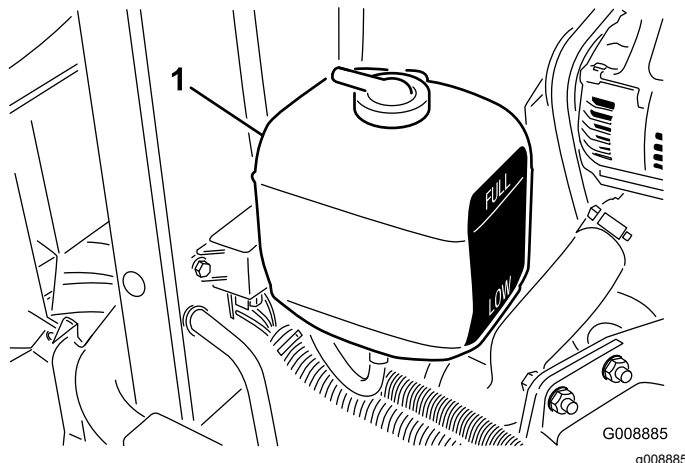

図 57
2. 補助タンクの冷却水量を点検する図 57。エンジンが冷えた状態で、タンク側面についている本の線の間にあれば適切である。